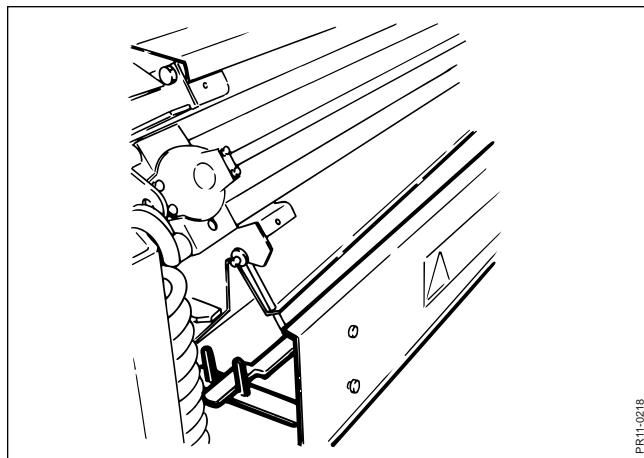

Fig. 4-18
- Fig. 4-18** 2. Skærm mellem slibeapparat og rotor sænkes ned, så der er frit mellem apparatet og rotoren.